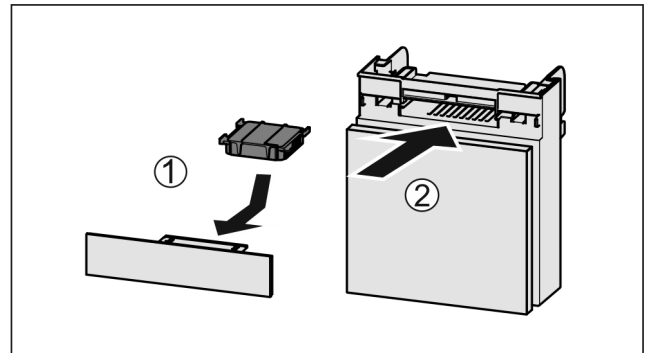

Fig. 121
- Aktivkohlefilter nach Abbildung einsetzen Fig. 121 (1).
► Fach einschieben Fig. 121 (2).